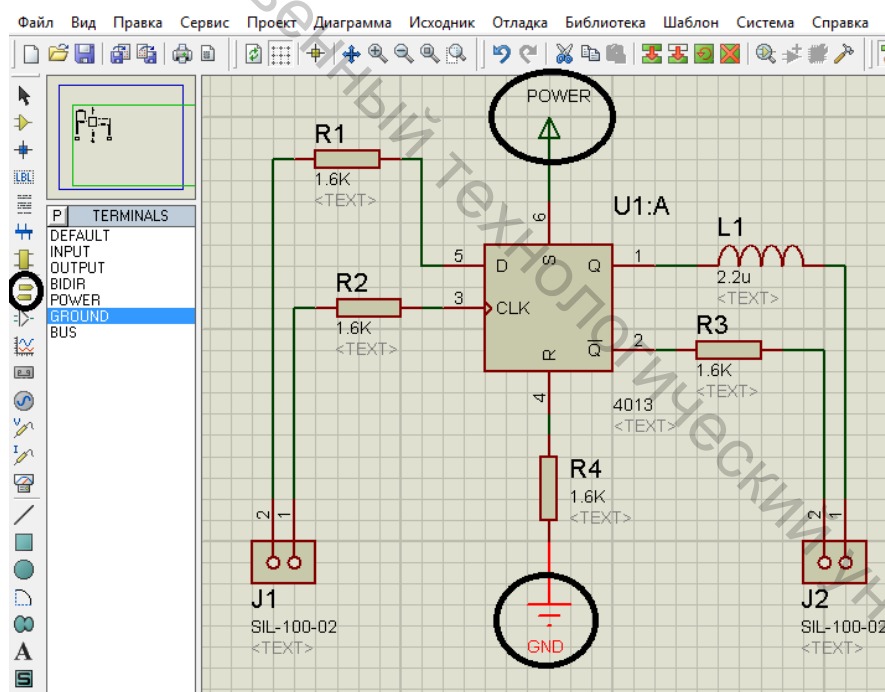

Рисунок 9 – Пример сборки схемы с элементами «Земля» и «Питание»
5. Далее добавляем нужное количество компонентов в рабочую область и соединяем их в нужной последовательности. Для добавления питания и земли нажать кнопку «», перейти в режим terminals (рис. 9).